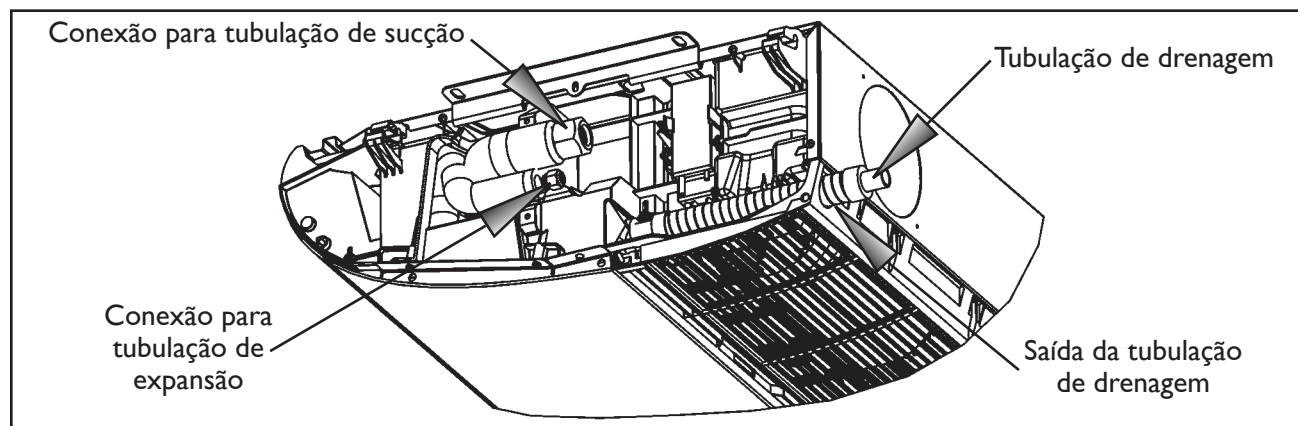

Figura 19 - Tubulações de dreno montagem teto
- A figura 19 indica a posição dos parafusos de montagem nos suportes de fixação. Instale os suportes de fixação no teto através do uso dos parafusos de montagem, porcas e arruelas.